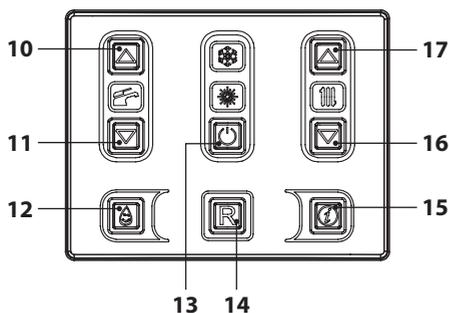

Figura 2.5
- Tenere premuto per 2 secondi il tasto 13 fino a far apparire sul display il simbolo ☞ (Figura 2.5).
La temperatura dell'acqua calda di mandata riscaldamento è regolabile agendo sui tasti 16 (diminuzione) e 17 (aumento) (Figura 2.5)
Comunque se la temperatura ambiente non dovesse essere confortevole si può aumentare o diminuire la temperatura di mandata dell'impianto riscaldamento di $\pm 15^{\circ}\text{C}$ agendo sui tasti 16 (diminuzione) e 17 (aumento) (Figura 2.5).
La temperatura dell'acqua calda sanitaria è regolabile agendo sui tasti 10 (aumento) e 11 (diminuzione) (Figura 2.5) da un minimo di circa 35°C ad un massimo di circa 60°C. Alla prima pressione di uno dei due tasti si ha la visualizzazione del valore di "set", alla seconda pressione si accede alla modifica.